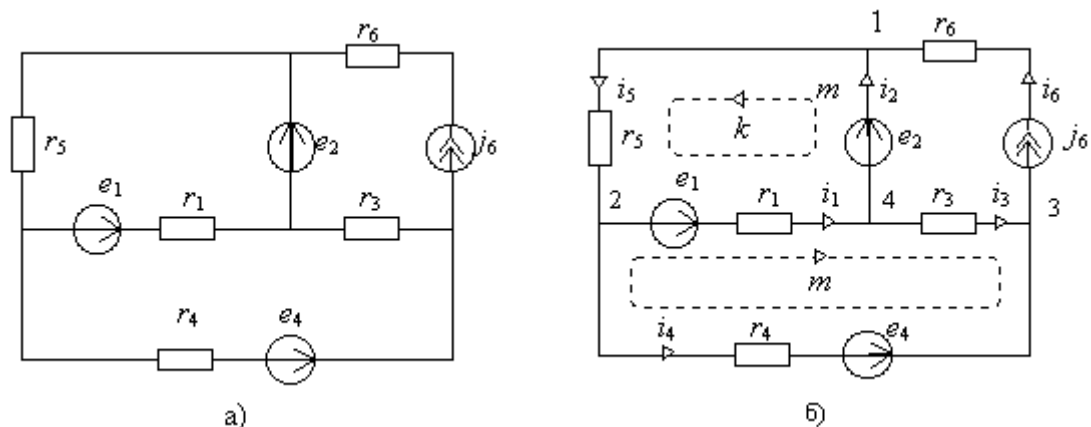

Рис. 2.1
2.1. Составить систему уравнений для цепи, схема которой изображена на рис. 2.1, а
Цепь образована шестью ветвями  $\rightarrow N_B = 6$ , последняя содержит источник тока  $\rightarrow N_J = 1$ . Нумеруем токи  $i_1 \div i_6$  и указываем произвольно положительные направления первых пяти (рис. 2.1, б). Последним током  $i_6$  полагаем ток источника  $i_6 = j_6$ ; их направления одинаковы.
Перед записью уравнений указываем направление обхода этих контуров (рис. 2.1,б).
Воспользуемся системой уравнений (2.3), ранее составленной по схеме на рис. 2.1,б